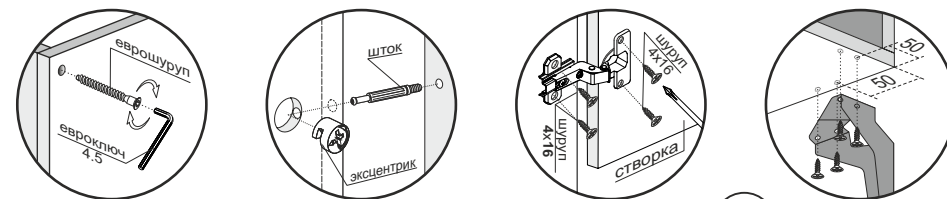
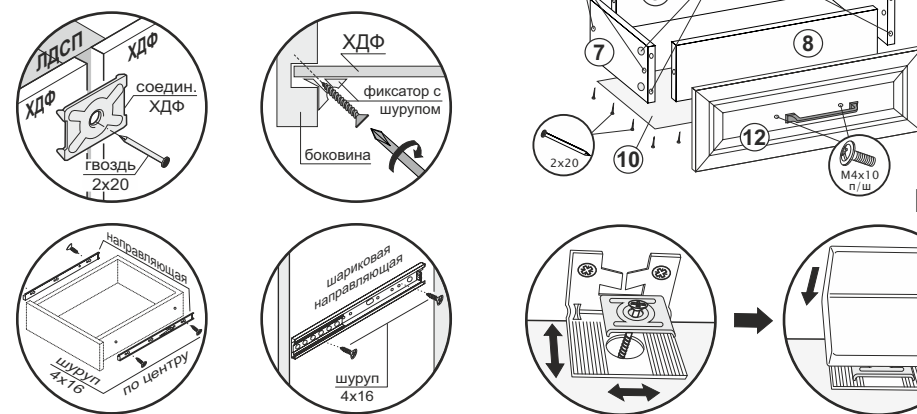

Рис.1
Рис.3
1. К поперечинам (2) прикрутить направляющие шурупами 4x16 (рис.1).
2. Соединить поперечины (2), крышу (5) и стяжки (6), используя еврошурупы (рис.1).
3. Боковины (1) соединить со стяжками (6) эксцентриками, затем с крышей (5) еврошурупами.
4. Вставить в пропилы боковин (1) и крыши (5) заднюю стенку, состоящую из ХДФ (9) и соединительной планки. Затем на собранную часть изделия установить крышу (4), используя еврошурупы. Замерить диагонали секции (они должны быть равны: +/- 2 мм). Закрепить ХДФ (9) с помощью фиксаторов с шурупами и соединителей ХДФ (рис.1).
5. В крышу (4) вставить полкодержатели и установить на них крышу (3), затем стянуть крыши (3,4) между собой с помощью шурупов 4x30 (рис.1).
6. Шурупами 4x16 П/Ш прикрутить опоры № 25 к крыше (5). Оптимальное расстояние крепления опоры 50 мм от каждого края крыши (5) до первого отверстия в опоре № 25 (рис.1).
7. Опоры № 7 необходимо расположить по центру крыши (5) под поперечинами (2) и зафиксировать шурупами 4x16 (рис.1).
8. Установить изделие на постоянное место и закрепить к стене. Приложить навес с заглушкой к крыше (4) ближе к центру. Через отверстия Ø15 мм нанести отметку на ХДФ (9) и просверлить отверстие в месте крепления к стене. Затем прикрутить навес к крыше (4) шурупами 4x16 П/Ш (рис.3). **Так как материалы стен различаются, крепеж для фиксации к стене не прилагается. Для выбора подходящего крепежа обратитесь в местный специализированный магазин.**
9. **Только после окончательной сборки** навесить створки (11) на короб комода, используя петли и шурупы 4x16. Отрегулировать петли.
10. Прикрутить ручки к створкам (11) винтами М4x25 (рис.1).